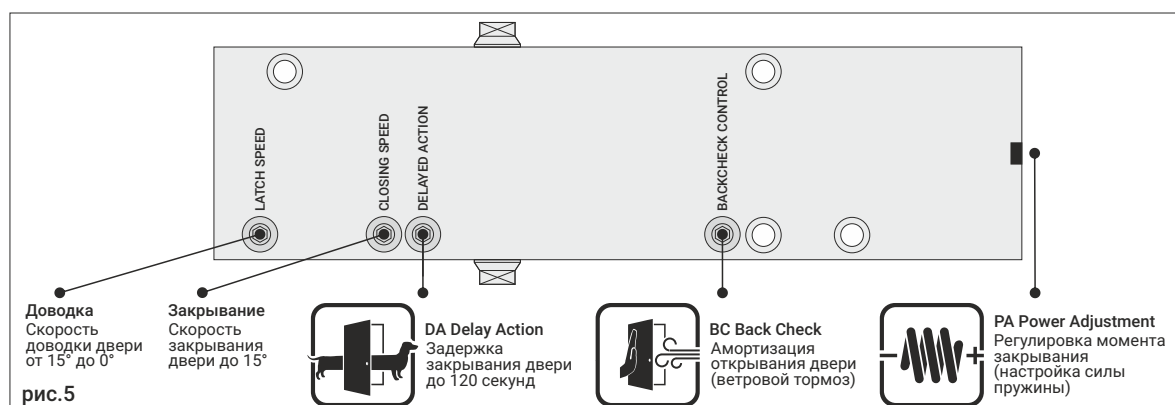
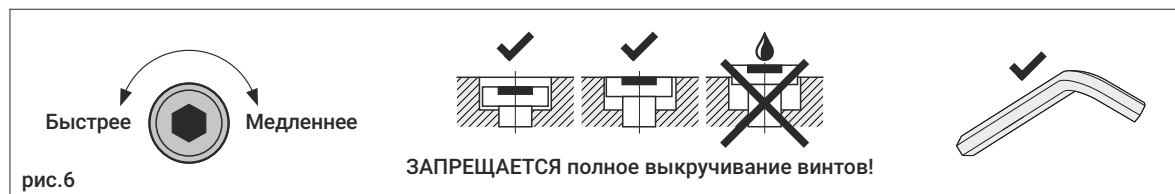

рис. 5
рис. 6
4. Расположение винтов регулировки дверного доводчика приведено на рис. 5. Не допускайте выкручивания винтов (см. рис. 6), это может привести к потере работоспособности вследствие неправильной эксплуатации. Не используйте аккумуляторные или электрические инструменты, это может повредить винты регулировок.
5. Отрегулируйте скорости «закрывания» и «доводки», не открывая дверь более, чем на 70°. Поворот винта по часовой стрелке замедляет скорость, против часовой стрелки - увеличивает скорость закрывания, рис. 6.
6. Отрегулируйте опцию DA «задержки закрывания». Поворот винта по часовой стрелке увеличивает время задержки закрывания, против часовой стрелки - уменьшает или отключает данную функцию, рис. 6.
7. Отрегулируйте опцию BC «амортизации открывания». Поворот винта по часовой стрелке увеличивает сопротивление открыванию, против часовой стрелки - уменьшает или отключает данную функцию, рис. 6.
5. НЕ ДОПУСКАЕТСЯ полное выкручивание винтов «закрывания», «доводки», «задержки закрывания» и «амортизации открывания»! Полное выкручивание винтов регулировки приводит к разгерметизации доводчика, вытеканию масла и потере работоспособности вследствие неправильной эксплуатации, рис. 6.